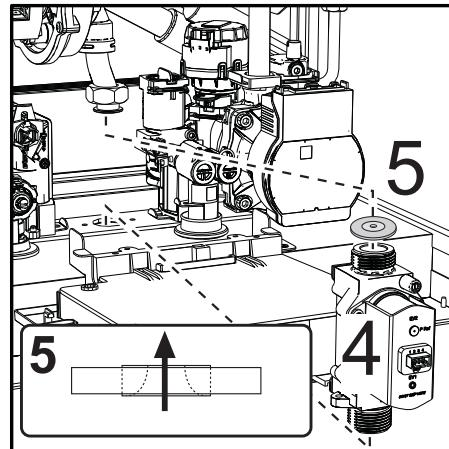

fig. 60
- Estrarre la valvola a gas "4" e il diaframma gas "5" (fig. 60).